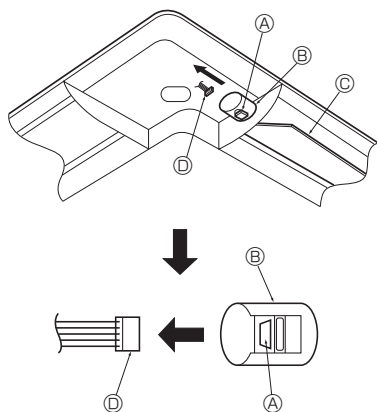

Fig. 10-16
10.4. Блокировка направления воздушного потока вверх/вниз (Fig. 10-16)